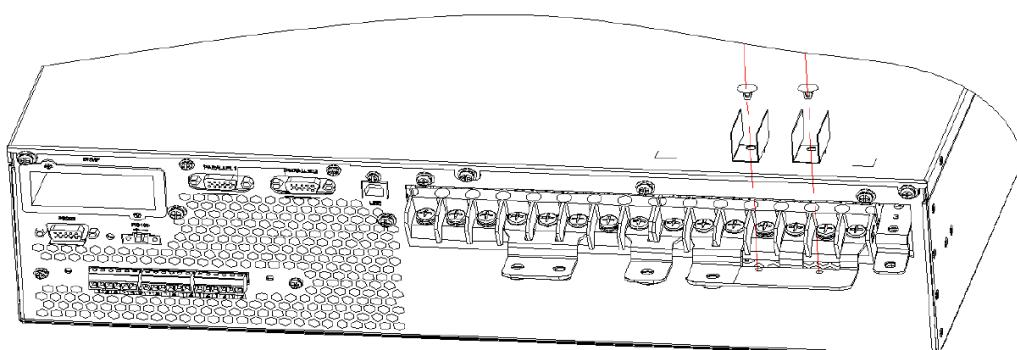
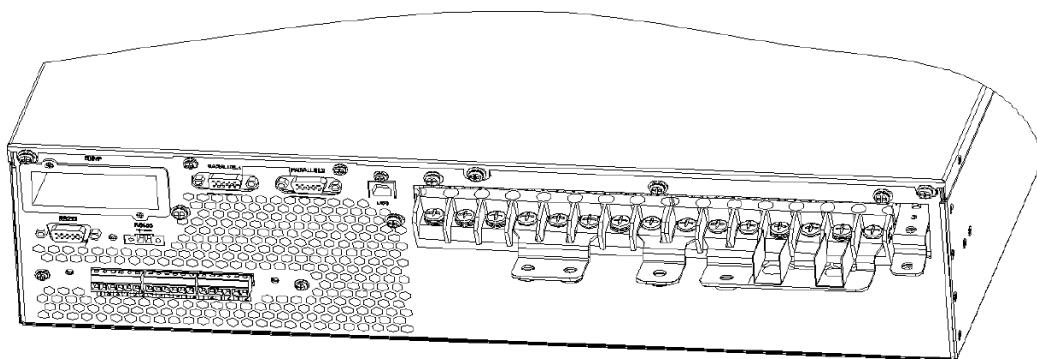

Рисунок 15. Установка изоляционной пленки
Рисунок 16. Фиксация изоляционной пленки
3. Установите изоляционную пленку (аксессуар) на медную перемычку №.6 (Рисунок 15), и зафиксируйте пластиковой заклепкой (Рисунок 16).